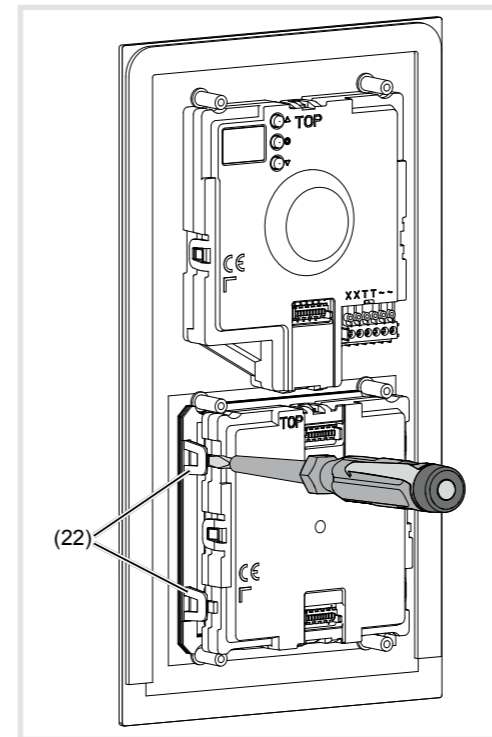

Bild 20: Modul entriegeln
- Zur Ruftaster-Modul Entnahme die seitlichen Halteklappen (22) der Modul-Halterung durch vorsichtiges Hebeln mit einem Schraubendreher entriegeln (Bild 20).